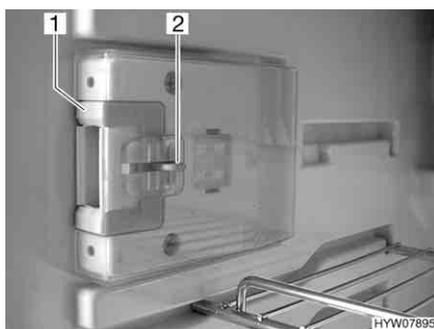
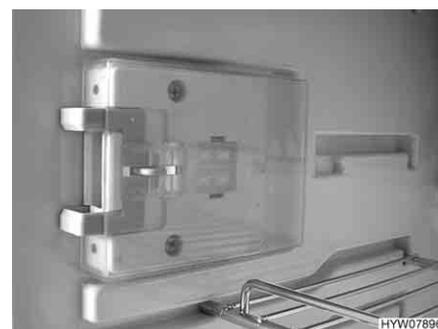

Fig. 155 Dispositivo di chiusura (posizione normale)
Fig. 156 Dispositivo di chiusura (posizione di ricircolo d'aria)
■ Premere il dispositivo di sblocco (Fig. 155,2).
■ Spingere il dispositivo di chiusura (Fig. 155,1) in avanti (Fig. 156).